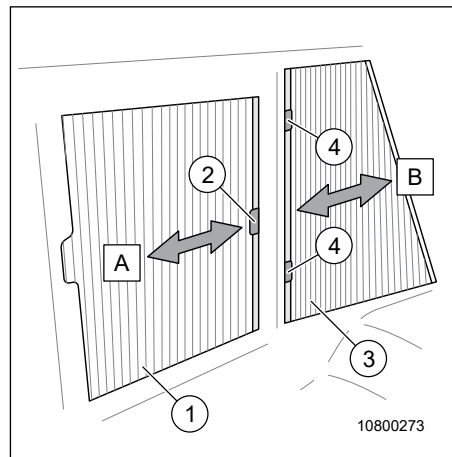

Fig. 71 Store occultant vitre latérale, porte de conducteur (modèle I)
- Ouvrir le store (Fig. 71, Pos. 1) dans le sens de la flèche (←).
- Fermer le store (Fig. 71, Pos. 1) dans le sens de la flèche (→) et le verrouiller avec l'aimant (Fig. 71, Pos. 2) .
- Ouvrir le store (Fig. 71, Pos. 3) dans le sens de la flèche (→).
- Fermer le store (Fig. 71, Pos. 3) dans le sens de la flèche (←) et le verrouiller avec la fermeture de serrage (Fig. 71, Pos. 4) .